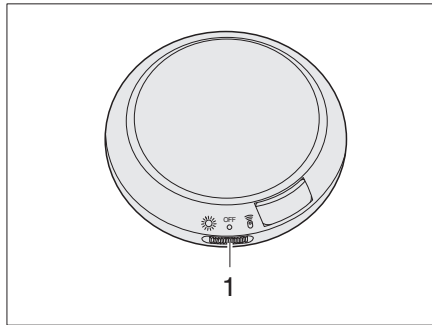

Bild 44 Leuchte im Aufstelldach
*Leuchte einschalten:* ■ Schalter (Bild 44,1) nach links schieben.
*Leuchte ausschalten:* ■ Schalter (Bild 44,1) in die Mitte schieben.
*Mit Fernbedienung ein- und ausschalten:* ■ Schalter (Bild 44,1) nach rechts schieben.